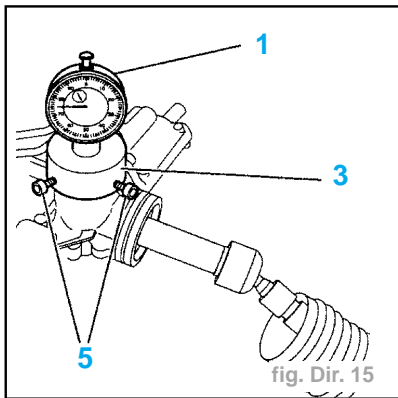

fig. Dir. 15
- Déposer le bouchon (9) de la vis (4).
- Mettre en place les outils (1), (2), (3) (réf. 1505, 720C et 720B) (fig. Dir. 15).
- Serrer les vis (5) à la main jusqu'à l'appui